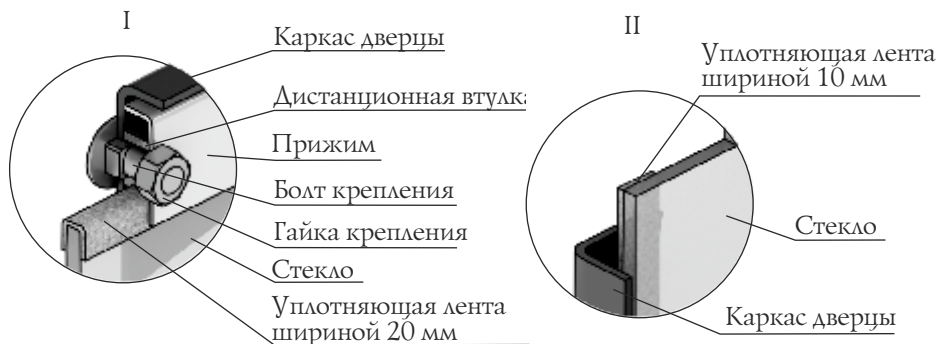

Рисунок 15. Крепление светорозрачного экрана дверцы модели «Витра»
1. Открутите две гайки, фиксирующие прижим (рисунок 15.Г) и демонтируйте его и дистанционные втулки.
3. Возьмите новое стекло, если на нем нет уплотняющих лент, наклейте их: лента шириной 20 мм наклеивается сверху и снизу стекла «П»-образно (рисунок 15.Г), лента шириной 10 мм наклеивается вертикально, вдоль боковых сторон стекла (рисунок 15.П).
4. Вставить стекло в упор, при этом лента наклеенная с боковых сторон (вертикальная) должна быть зажата между стеклом и каркасом двери (рисунок 15.П).